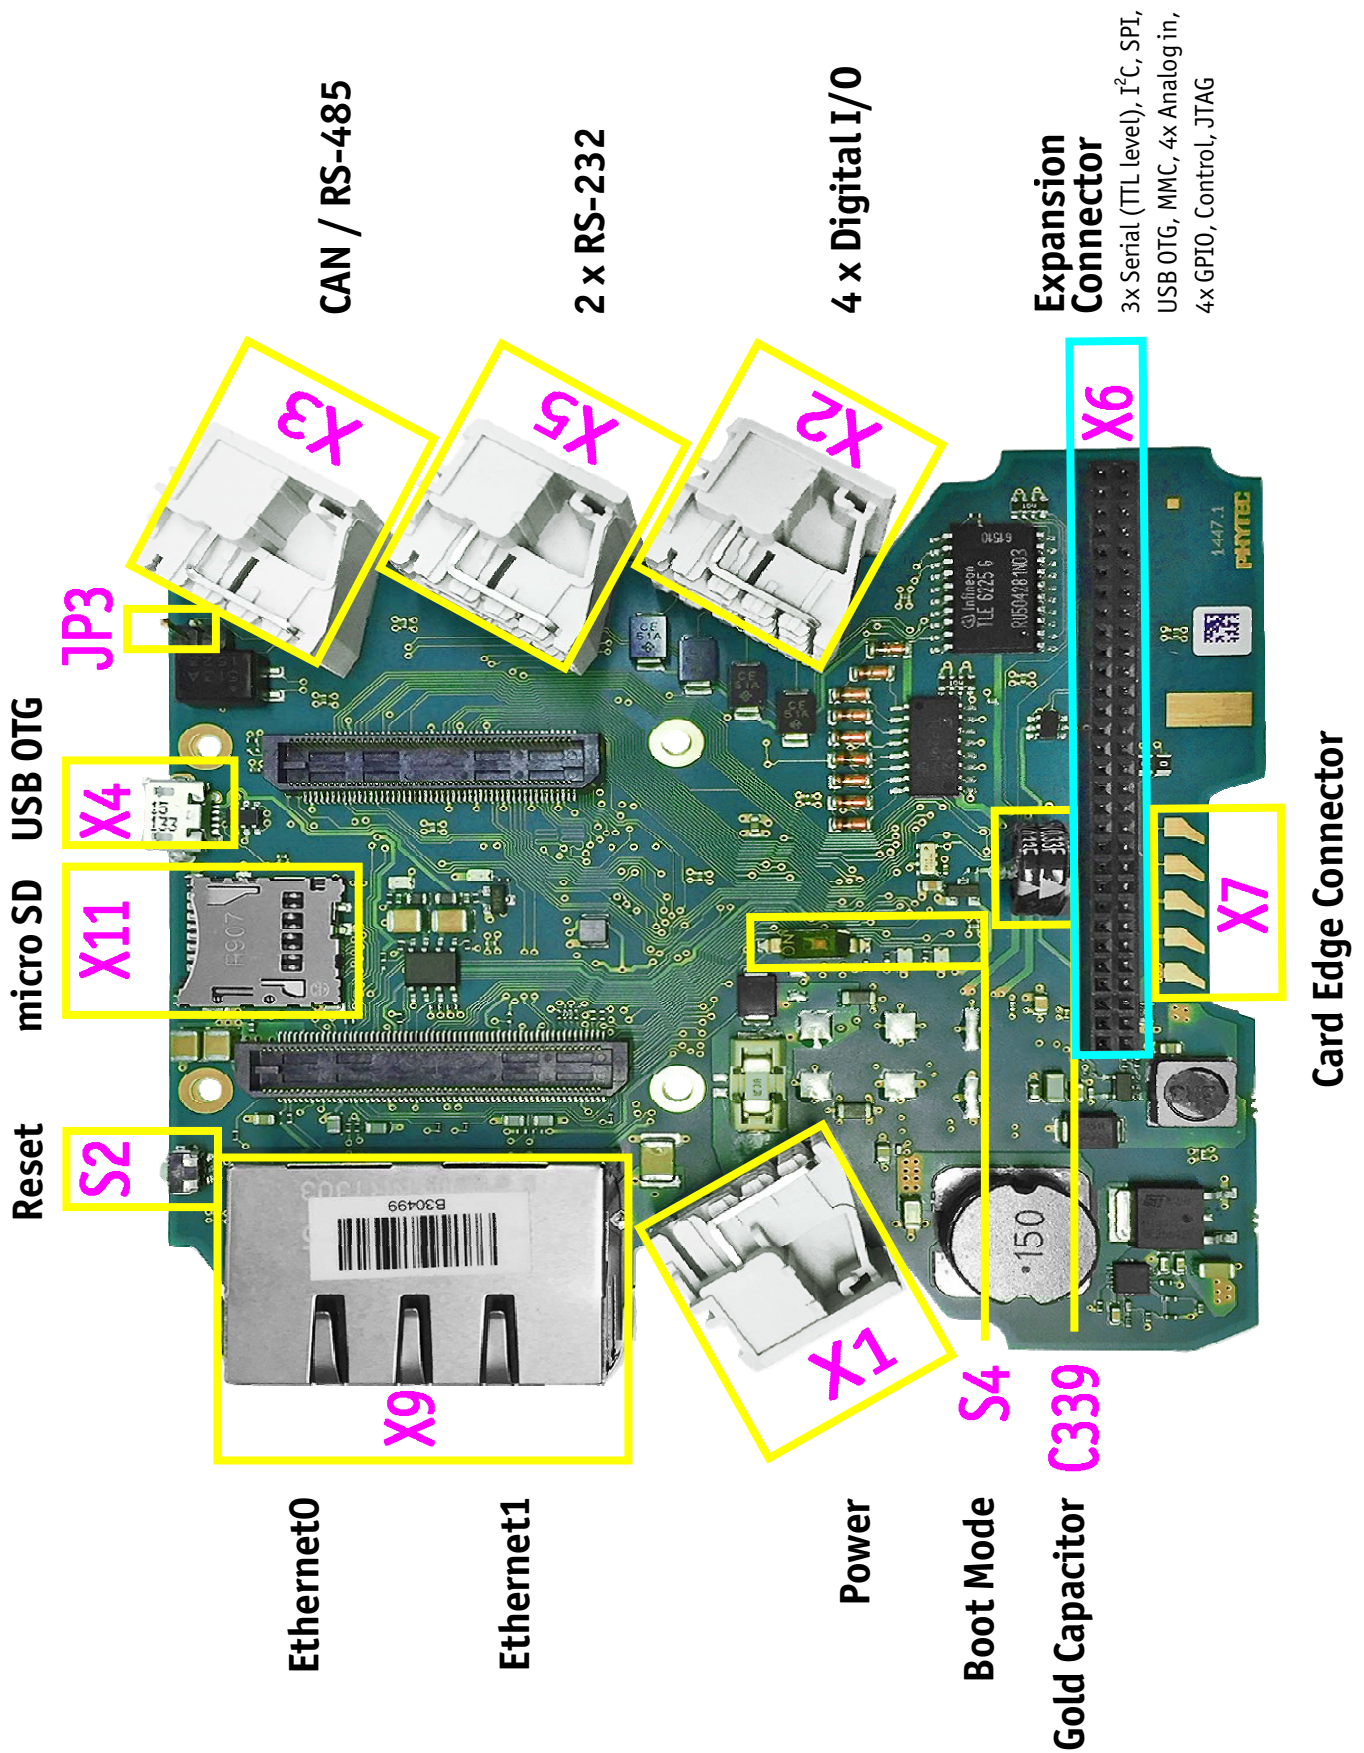

Bild 1: Aufbau des phyBOARD-Regor AM335x
*Table 1* zeigt alle Anschlüsse des phyBOARD-Regor, die in *Bild 1* gezeigt sind.
Die grünen LEDs D62 und D63 direkt neben dem Bootmode Schalter S4 (Bild 1) zeigen, daß die 3.3 V Spannung (D63) und die 5 V Spannung (D62) die on-board aus der Eingangsspannung generiert werden vorhanden sind.